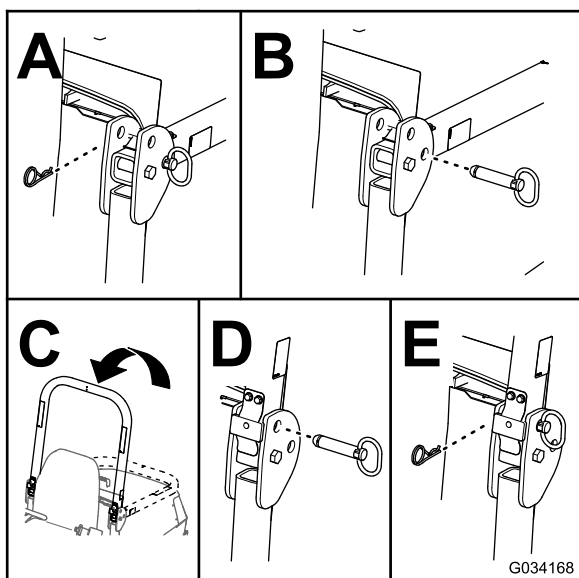

Figura 34
2. Îndepărtați cuiele spintecate și știfturile de la bara antiruluiu (Figura 34).
3. Ridicați bara antiruluiu și fixați-o cu știfturile și cuiele spintecate (Figura 34).